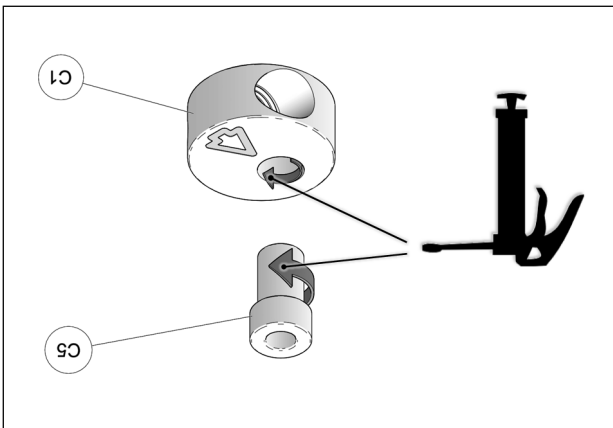

Fig. 17
10. À l'assemblage les bagues espacateurs (C5) doivent être graissées. Appliquer une couche de graisse uniforme sur toute la circonférence de la bague espaceur et dans le logement de l'extrémité en aluminium (C1). Voir la Fig. 17